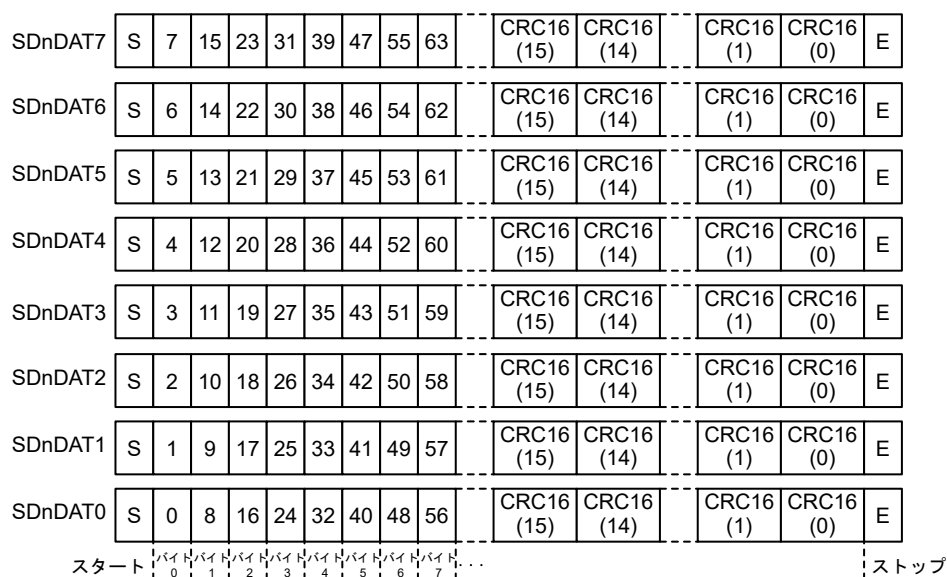

図 33.4 8 ビット幅モードの SDnDAT
2. 受信データが MMC ホストインタフェースの SD_BUF に格納される（図 33.4 を参照）。